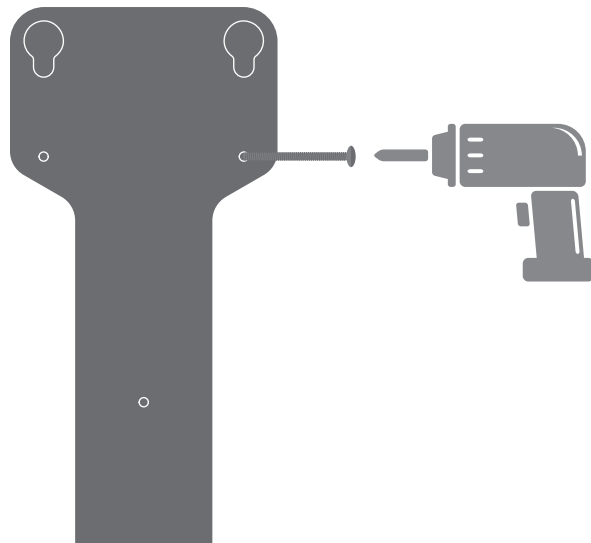

Abb. 5-7
5. Befestigen Sie die Halterung mit den im Lieferumfang enthaltenen Dehnschrauben (siehe Abb. 5-7) an der Wand.